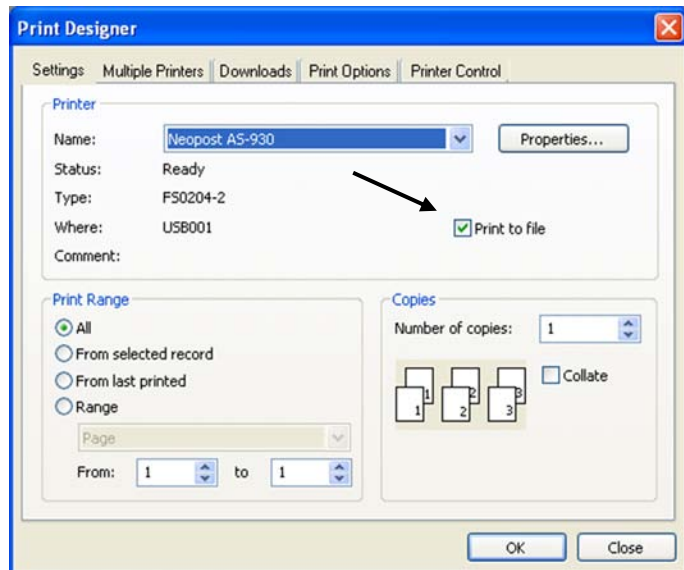

Abbildung 78: Dialogfeld „Drucken“
- Aktivieren Sie das Kontrollkästchen „Ausgabe in Datei“, wie in Abbildung 78 gezeigt.